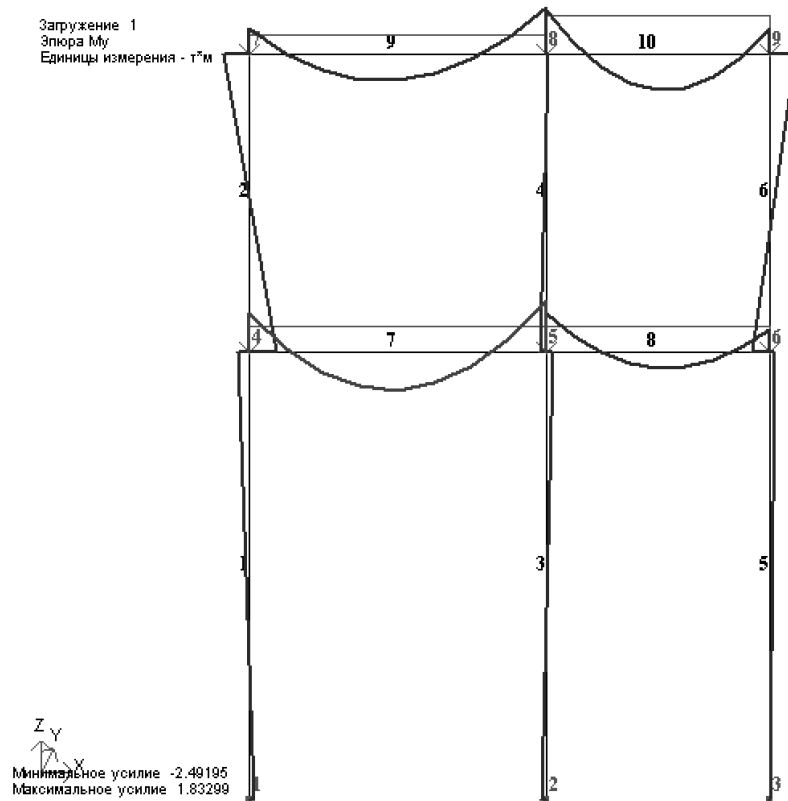

Рис.1.17. Эпюры изгибающих моментов M_y
- Выведите на экран эпюру M_y (рис. 1.17) с помощью меню **Усилия** ⇒ **Эпюры** ⇒ **Эпюры изгибающих моментов (M_y)** (кнопки , а затем  на панели инструментов).